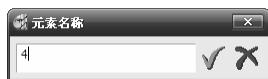

图 3-182 选择参考线 2 的边界 4
4) 在“PowerMILL 资源管理器”选中参考线中的“2”，单击鼠标右键，在弹出的快捷菜单中选择“插入”→“边界”命令，弹出“元素名称”对话框，输入边界“4”，单击 ☒ 按钮确认，边界 4 转换为参考线 2，如图 3-182 所示。